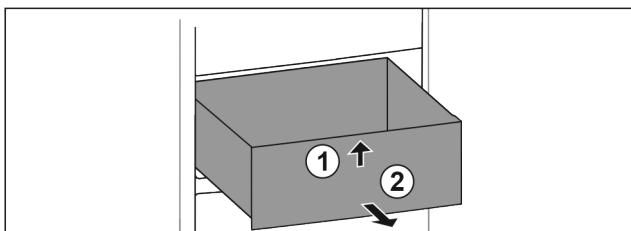

Fig. 19
- ▶ Nadvihnite zásuvku vpred. Fig. 19 (1)
- ▶ Odoberete zásuvku dopredu. Fig. 19 (2)